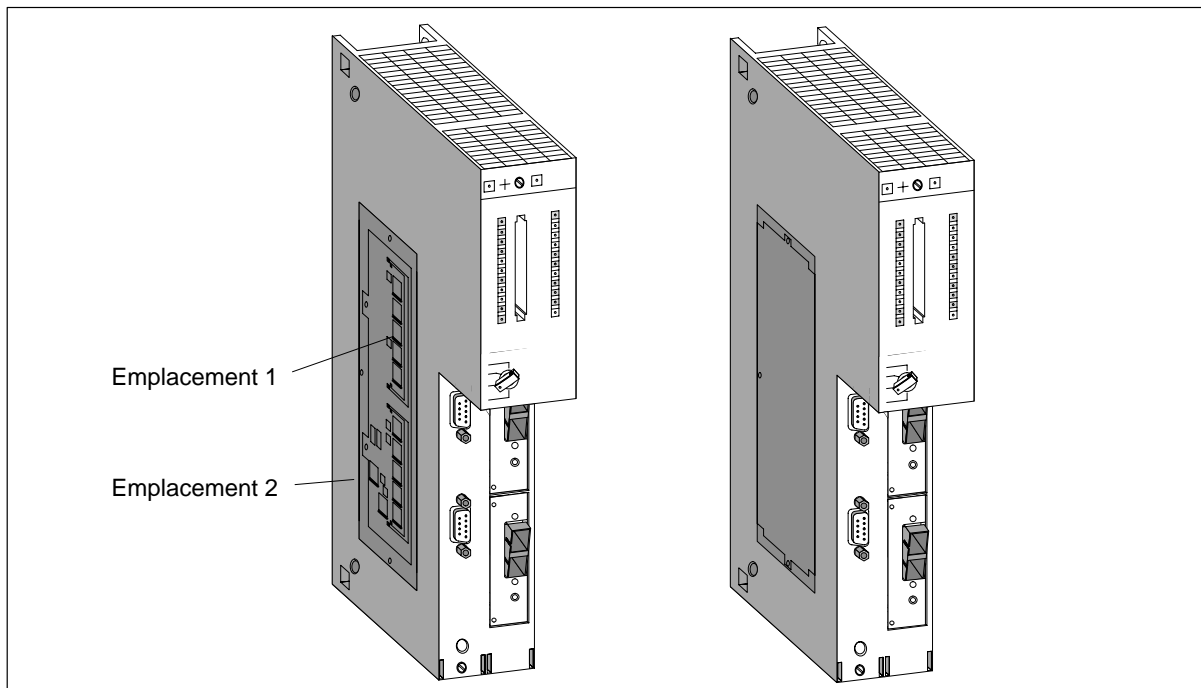

Figure 2-3 Mise en place des barrettes mémoire dans la CPU
2. Enfoncez la première barrette mémoire à un angle d'environ 45° dans l'emplacement 1 (voir la figure 2-3). Tenez compte de l'encoche sur la face avant de la barrette (protection contre l'inversion de polarité).
4. Engagez à fond la seconde barrette dans l'emplacement 2 (voir figure 2-3).